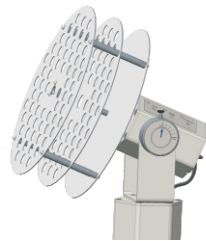

Figura 4
1. Introduzca el pasador del eje de rotación en el orificio central de la bandeja y asegúrese de que la bandeja toca firmemente el bloque de fijación de la placa giratoria, como se muestra en la figura 4.